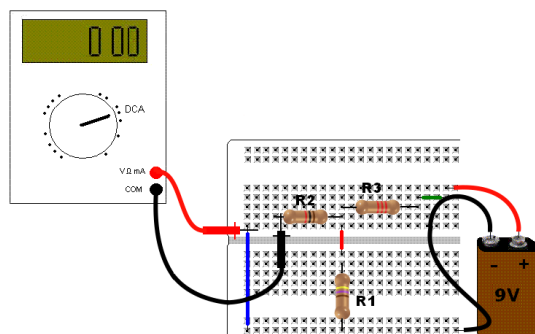

Figura 9 – Medindo a corrente parcial em R2 devido a E2
- 4 Retire o fio azul e coloque novamente a bateria de 9 V. Retire a fonte de 3 V (duas pilhas) e no seu lugar coloque um fio azul conforme Figura 9 e meça a corrente devido ao gerador E2 (9 V). Anote o valor medido na tabela 1 como I_{2E2} .